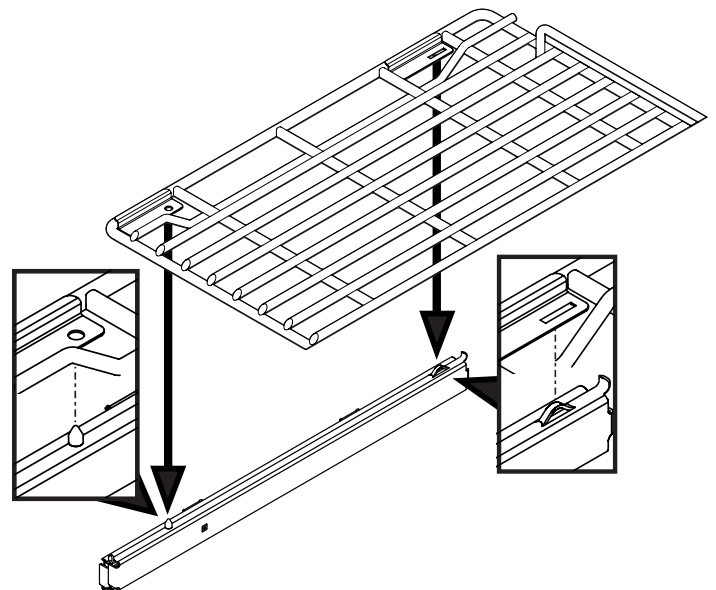

Figure 20 : Installation des grilles coulissantes
Les grilles coulissantes semblent varier légèrement des grilles standard (voir la Figure 20). Seules les grilles coulissantes peuvent être installées sur les glissières.
3. Près de l'arrière de la grille, alignez la fente et l'onglet de la glissière. À l'avant de la grille, insérez la clavette de la glissière dans le trou de la grille (voir la Figure 20).